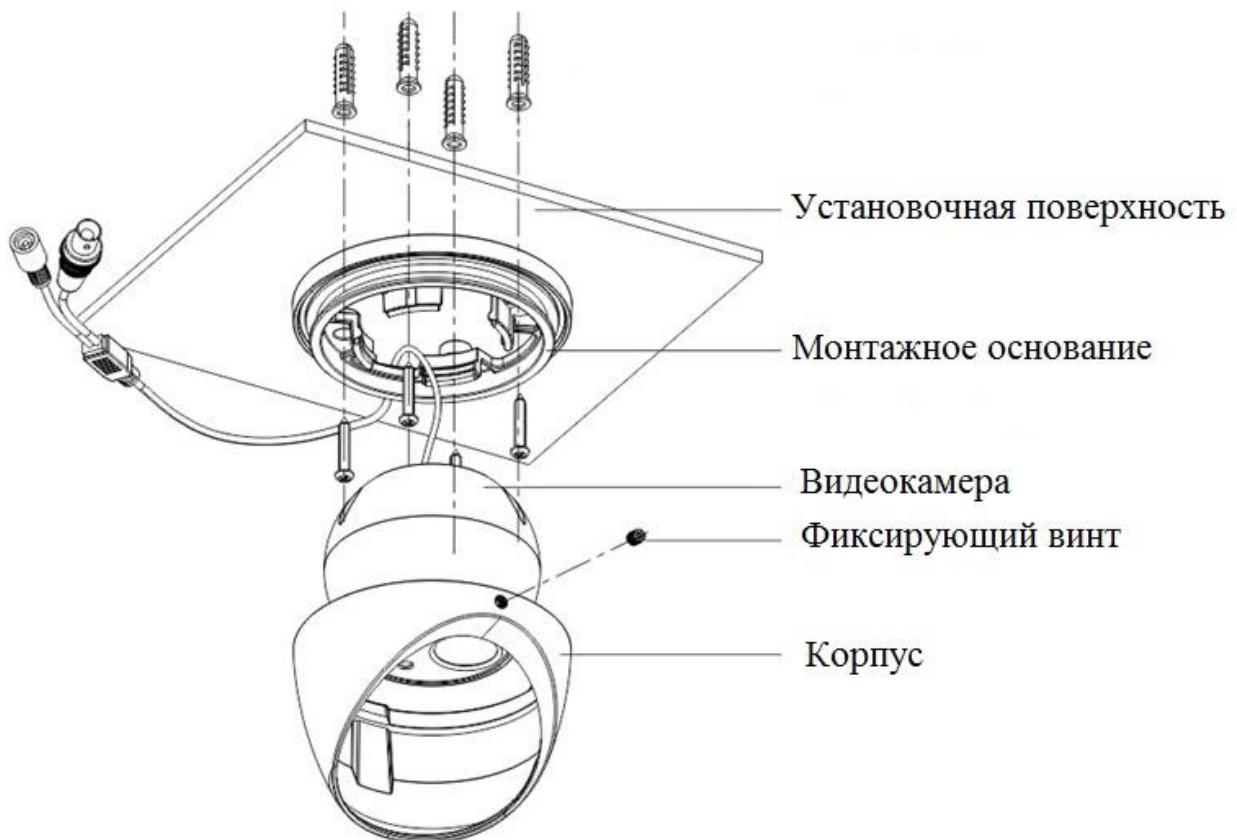

Рисунок 3
2.6 Прикрепите монтажное основание видеокамеры к установочной поверхности. Присоедините корпус видеокамеры к монтажному основанию и вкрутите фиксирующий винт (рис.3). Поверните объектив видеокамеры на желаемый угол.